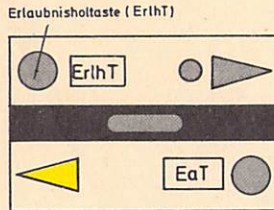

Bild 30
- (4) Eine Fahrtrichtung kann bevorrechtigt geschaltet sein. Die Erlaubnis wird nach einer Zugfahrt gegen die bevorrechtigte Fahrtrichtung selbsttätig an die bevorrechtigte Betriebsstelle zurückgegeben. **Selbsttätige Erlaubnisrückgabe**
- (5) Wo eine Erlaubnisholtaste (vgl. Bild 30) vorhanden ist, kann durch Bedienen der Erlaubnisabgabegruppentaste und der Erlaubnisholtaste die Erlaubnis zurückgeholt werden, solange der Erlaubnisabgabemelder gelb leuchtet, von der benachbarten Betriebsstelle keine Zugstraße auf dieses Streckengleis eingestellt ist und alle Blockabschnitte frei sind. **Erlaubnisholtaste**